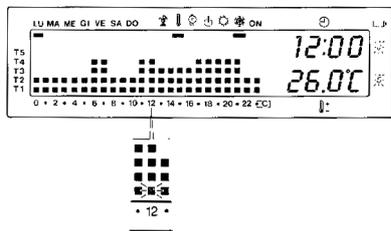
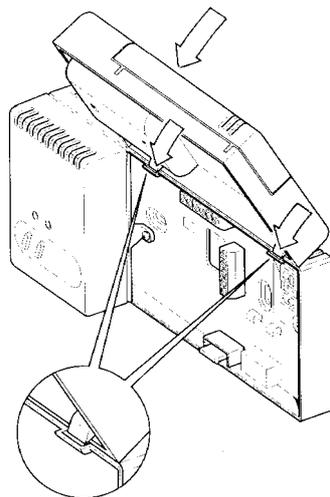

Fig. 19
Fig. 20
Una volta inserite le pile il display si attiva dando le indicazioni rappresentate in fig. 19. Richiudere l'apparecchio iniziando con il corretto inserimento dei riferimenti evidenziati in fig. 20.
**13.1** - Assicurarsi che il ponticello B (fig. 20) sia disinserito (vedere paragrafo 11.3).